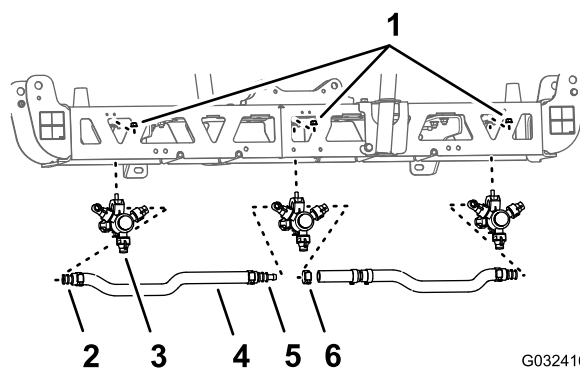
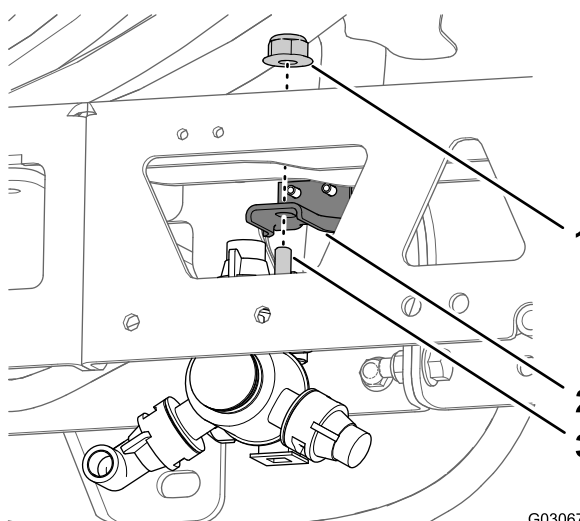

Figura 48
Figura 49
1. Nella sezione di irrorazione centrale, rimuovete il dado di bloccaggio flangiato che fissa l'ugello dell'irroratrice al supporto dell'ugello (Figura 48 e Figura 49).
3. Rimuovete l'ugello dalla sezione di irrorazione centrale (Figura 48 e Figura 49).
5. Rimuovete i flessibili (diametro interno di ¾"), i portagomma dentellati, le fascette e il raccordo a T dentellato dalla sezione di irrorazione centrale (Figura 48).